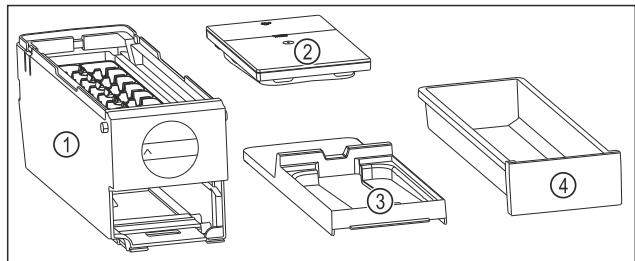

Fig. 80 Компоненти EasyTwist-Ice
- EasyTwist-Ice складається з чотирьох частин. (див. Fig. 80)
- Розбирайте EasyTwist-Ice тільки на зображені компоненти. (див. Fig. 80)
- Очистіть корпус EasyTwist-Ice Fig. 80 (1) без розбирання.